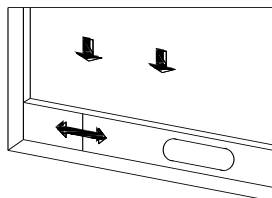
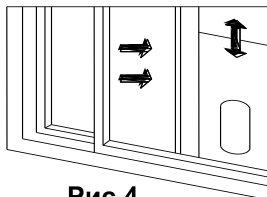

Рис.3
Рис.4
1) Приоткройте окно наполовину и установите на окно уплотнительную пластину в собранном виде (как показано на рис.3 и рис.4). Компоненты можно размещать в